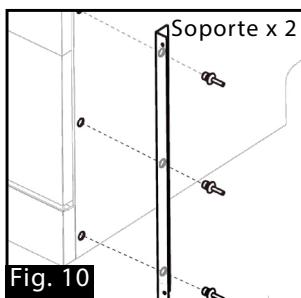
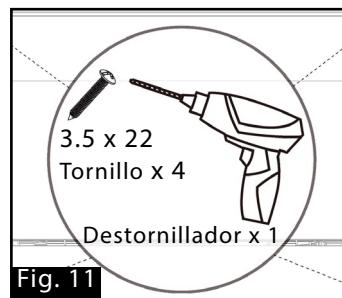

Fig. 10
Fig. 11
2. Utilice el destornillador adecuado para fijar de forma SEGURA el lavavajillas al gabinete (Fig. 10 y Fig. 11). Debe comprobar estos elementos una vez finalizada la instalación: